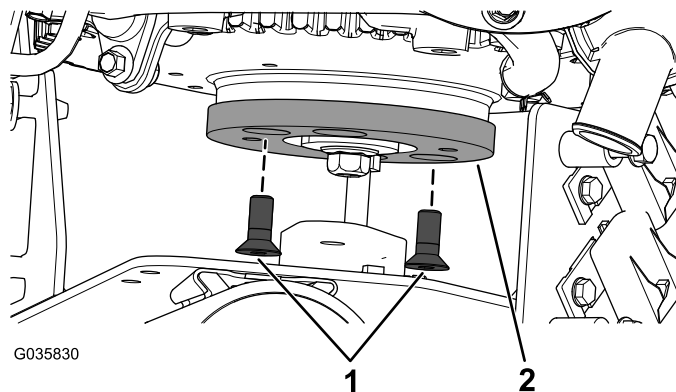

Figura 5
1. Retire los tornillos allen de cabeza plana de la placa adaptadora (Figura 5).